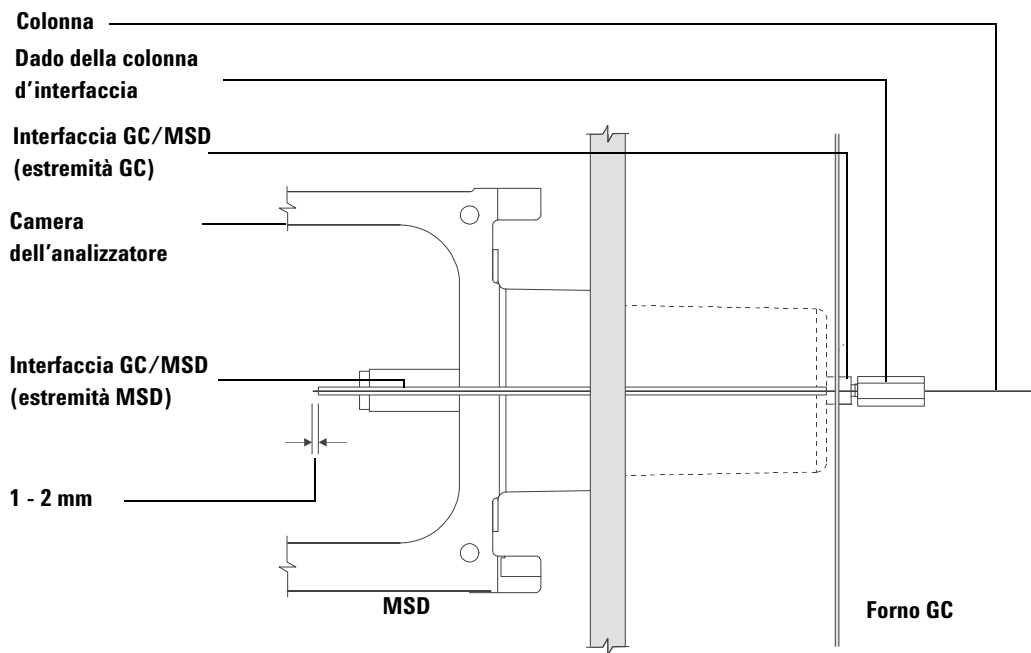

Figura 9 Installazione di una colonna capillare nell'interfaccia GC/MSD
- 5 Far scorrere la colonna nell'interfaccia GC/MSD (Figura 9) finché non si riesce a tirarla fuori dalla camera dell'analizzatore.